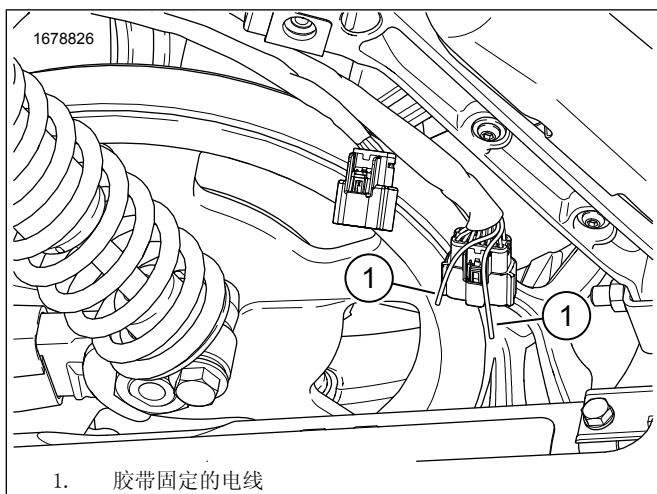

图2。边箱电线
2. 参见图 2。找到原厂设备 (OE) 16 路连接器 [C288B_1]。